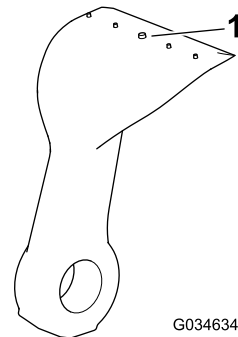

Figura 76
- Controllate ogni lama per escludere usura eccessiva utilizzando la linea di usura (Figura 76). Quando una lama è usurata fino alla linea di usura, sostituirla.